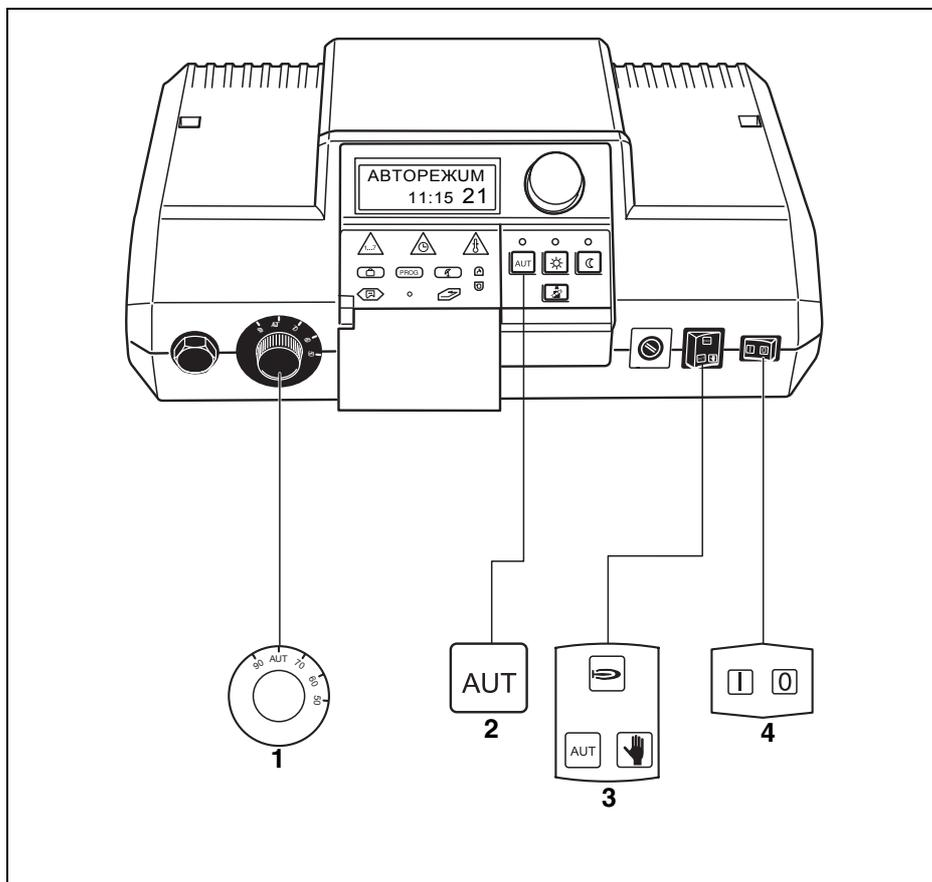

Рис. 8 Кнопки, необходимые для пуска в эксплуатацию
- Установите пусковой выключатель на " I " (ВКЛ.) (рис. 8, поз. 4).
- Поворачивая регулятор температуры котловой воды, установите его на "AUT" (рис. 8, поз. 1).
- Установите переключатель автоматического, аварийного режима, отопления и горячего водоснабжения на "АВТ" (рис. 8, поз. 3).
- Нажать кнопку "АВТ", для старта автоматического режима по таймеру (см. "Изменение режима работы" на стр. 22) (рис. 8, поз. 2).
Установите пусковой выключатель в положение "0" (рис. 8, поз. 4).